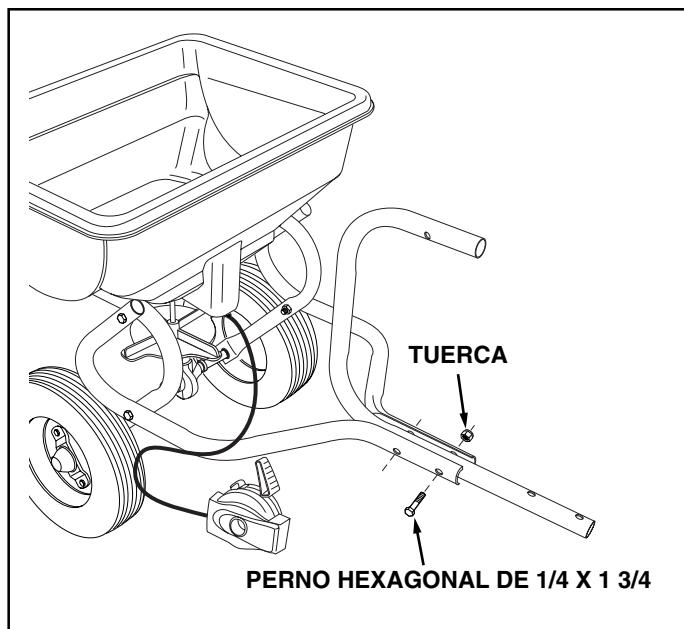

FIGURA 2
3. Coloque el Tubo de Control de Enganche entre los Tubos de Enganche, usando dos pernos hexagonales de $1/4" \times 1-3/4"$ y dos tuercas. **Apriete todos los pernos y las tuercas.** Vea la Figura 2.